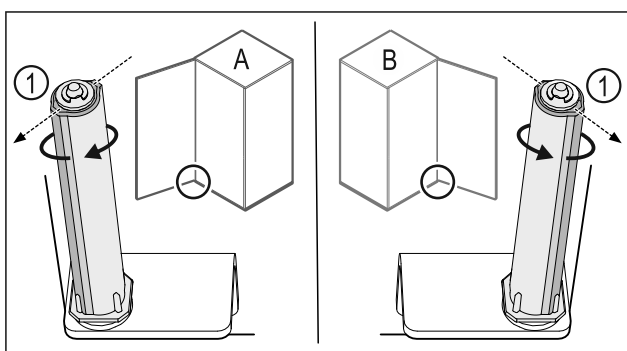

Fig. 34 Opritorul din stânga (A) / opritorul din dreapta (B)
- Rotiți sistemul de închidere până la rezistență, până când pragul sistemului de închidere Fig. 34 (1) este orientat spre exterior.